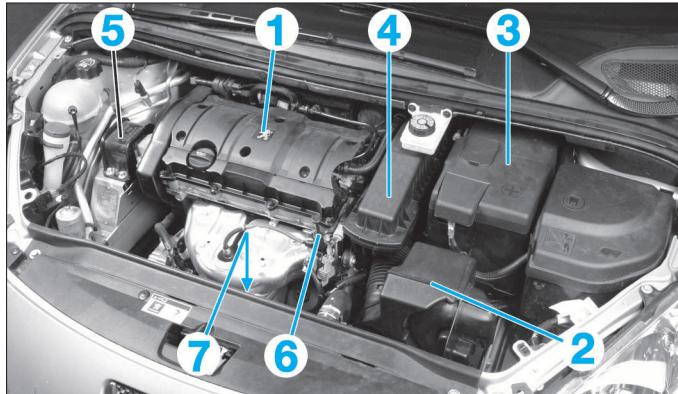

FIG. 30
#### Déposer (Fig.30) :
- le cache moteur (1) (Fig.30).